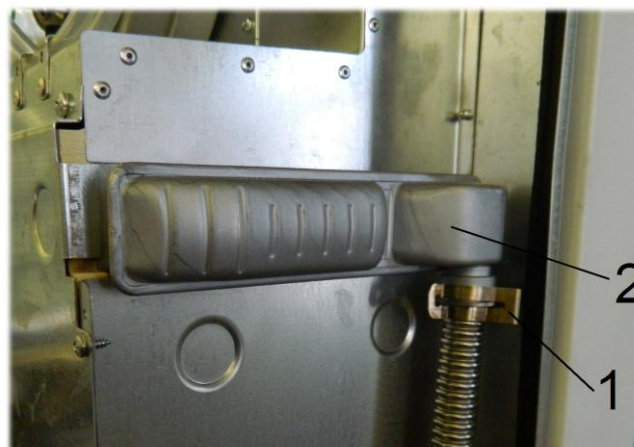

Рис. 23. Демонтаж теплообменника котла «NEVALUX–8230»
- 2) снять две клипсы 2 (по одной с каждой стороны) (см. Рис. 23) и снять теплообменник 1, потянув его на себя.
- 4) ключом на 30 отвернуть гайку 1 (см. Рис. 24) крепления трубы, идущей от насоса, к штуцеру теплообменника и отвести трубу в сторону. В котле «NEVALUX–8230» необходимо снять клипсу 1 (см. Рис. 23);